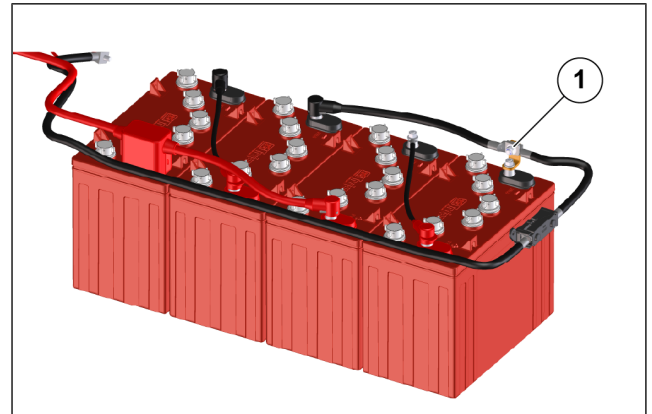

Figure 115: Borne de la batterie
9. Au moment d'installer la batterie, assurez-vous que la borne (1) est bien serrée à un couple de 15 NM, tel qu'indiqué sur la Figure 115 Borne de la batterie, page 135